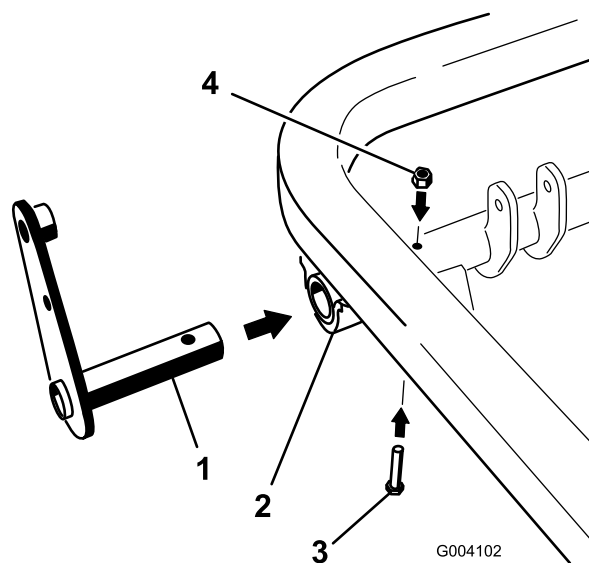

Bild 13
1. Schieben Sie die Strebe am Hebel in das linke Ende des Schwenkrohrs und befestigen sie mit einer Schraube (5/16" x 2") und einer Sicherungsmutter (5/16") durch das Schwenkrohr (Bild 13).
3. Ziehen Sie die mittlere Schwenkschraube (Punkt 4 in Bild 13) auf 20 bis 25 Nm an.